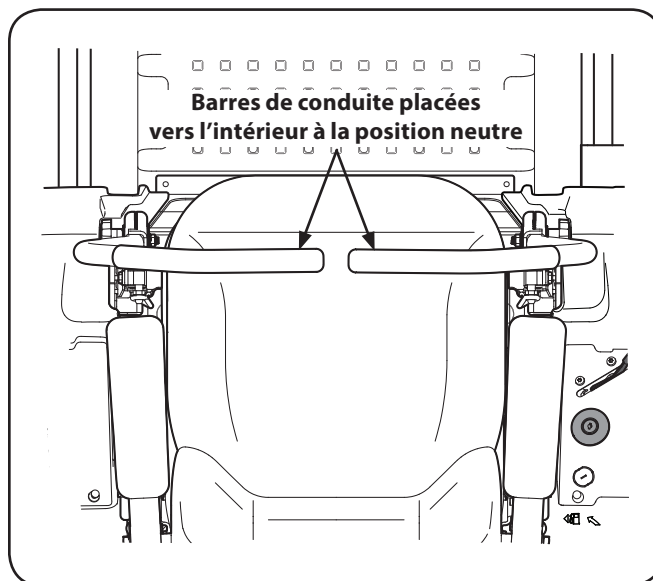

Figure 5-1
2. Poussez les deux barres de conduite vers l'intérieur à la position neutre. Voir Figure 5-1.